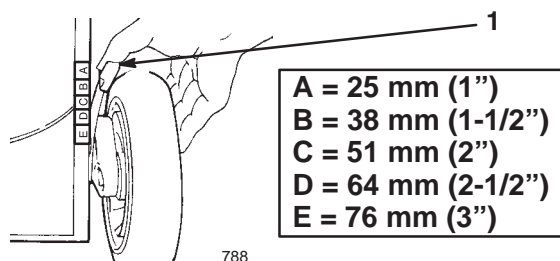

Figure 10
1. Pour changer la hauteur de coupe, tirez le levier de réglage de hauteur vers la roue et sélectionnez la position souhaitée (Fig. 10).